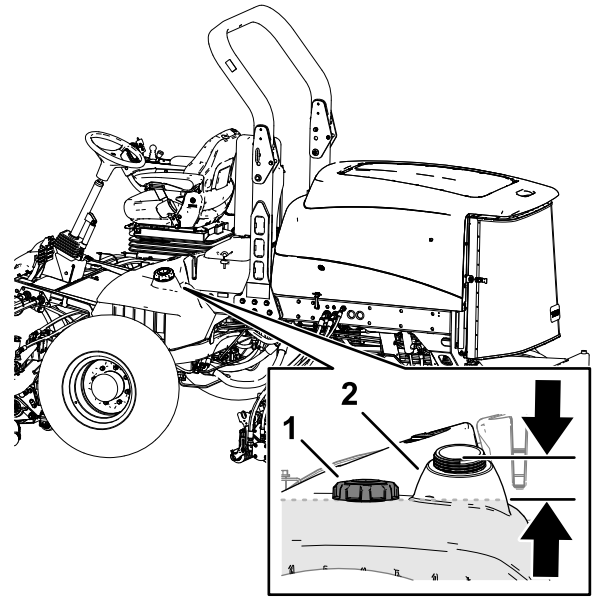

Bild 50
3. Nehmen Sie den Deckel vom Kraftstofftank ab (Bild 50).